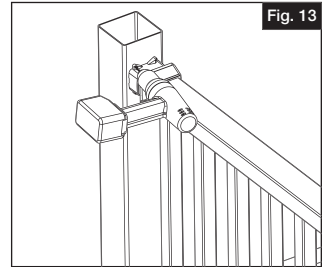

Fig. 13
- i. Au moyen d'une mèche de  $\frac{5}{32}$  po (4 mm), percer le premier avant-trou dans le support de main courante (Fig. 13). Percer de biais à travers le trou dans le support, le manchon de poteau et la pièce insérée en vinyle. Puis, enfoncer la première vis no 10 x  $1\frac{1}{4}$  po (32 mm) sans trop serrer (lorsqu'on utilise un kit d'installation de poteau). Lorsque les poteaux en vinyle sont installés sur des poteaux en bois existants de 4 po x 4 po (102 mm x 102 mm), percer des avant-trous dans le poteau, et enfoncer la vis directement dans le poteau.
- ii. Répéter le processus pour percer des avant-trous pour les trois autres vis du premier support de main courante (Fig. 13).